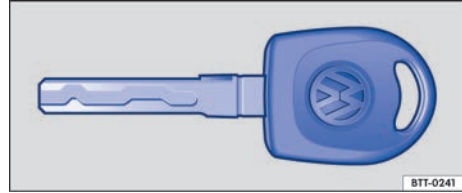

Fig. 19 Llave del vehículo mecánica.
- **O BIEN:** introduzca la llave del vehículo → **fig. 19** en el cilindro de la cerradura de la puerta del conductor y gírela **en el sentido de las agujas del reloj**. Manténgala girada para la apertura de confort. En los vehículos sin cierre centralizado solo se desbloquea la puerta del conductor.
- **O BIEN:** introduzca la llave del vehículo → **fig. 19** en el cilindro de la cerradura de la puerta del conductor y gírela **en el sentido de las agujas del reloj**. Manténgala girada para el cierre de confort.